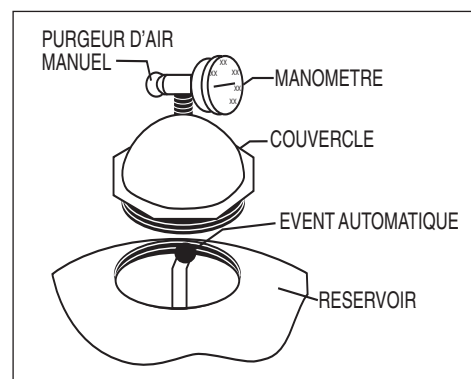

Figure 1.
10. Faites pivoter le diffuseur pour le décentrer dans le réservoir des TR40, 50, 60, TR60 ClearPro, 100 & 140 en le tournant dans le sens inverse des aiguilles d'une montre. (**REMARQUE:** Le multidiffuseur ne doit pas être déplacé sur les modèles TR100HD, TR100C, TR100C-3 et TR140C, TR140C-3. Après avoir mis en place le matériau de filtrage comme indiqué plus loin, vérifiez que le haut des diffuseurs est parallèle au lit de sable.) Remplissez à moitié le réservoir d'eau. Versez d'abord le gravier pisiforme (le cas échéant), puis le sable lentement dans le haut du filtre, pour éviter que l'impact créé par le matériau de filtrage endommage les éléments latéraux. Voir les données figurant dans le Tableau B du présent livret pour les quantités correctes de sable et de gravier. Remplacez le filtre jusqu'au niveau permettant de maintenir une hauteur au-dessus du sable constante (voir Tableau B). Faites pivoter le diffuseur pour le ramener dans sa position verticale si vous l'avez déplacé. Veillez à ce que l'évent automatique dépasse dans le haut du couvercle, comme indiqué sur la Figure 1 ci-dessous. Vérifiez que l'évent est centré dans le couvercle. Enlevez tout sable entourant l'ouverture filetée en haut du réservoir.